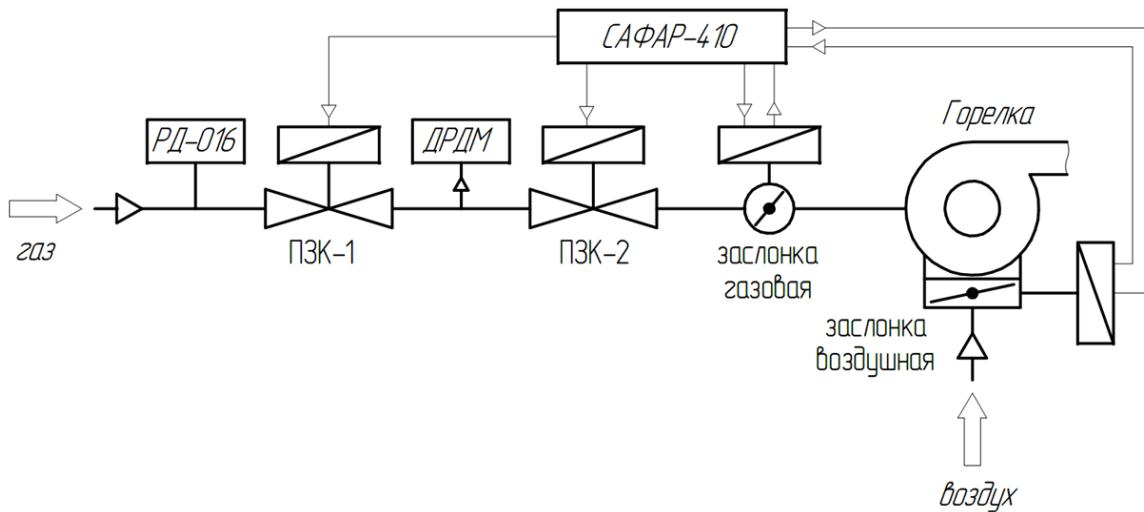

Рисунок 1.14 - Функциональная схема контроля герметичности блока клапанов без запальника.
3. Контроль герметичности. Проводится во время вентиляции. Открывается кратковременно ПЗК-2 (Рисунок 1.14) на 2.5 секунды для соединения с атмосферой – в зависимости от состояния горелки возможен сброс межклапанного объема газа через горелку в пределах допустимого по ГОСТ 34317-2017 (ЕН 1643:2014) п.7.101.2.- 0.083 % от номинального часового расхода потребляемого горелкой газа. (см. Приложение). Выдерживается время Тпзк1 (по умолчанию 30 с), за это время контролируется состояние реле контроля герметичности ДРДМ – настроен на 50 % давления перед ПЗК-1. Если реле перейдёт за счет натекания газа через ПЗК-1 в активное состояние в виде замыкания контактов, выдаётся блокировка о негерметичности отсечного клапана ПЗК-1. Если контакты реле остались в разомкнутом положении контролль герметичности переходит на 2 этап.